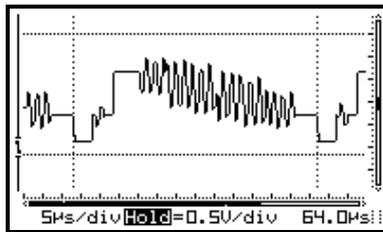

Fig 13
- **Cursores:** cursores móveis facilitando as medições do sinal. (Fig. 13)